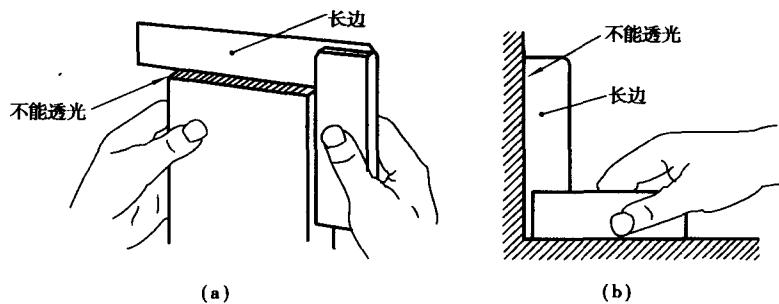

图 1.1.6
2. 检查零件的两个平面是否彼此成直角(包括内部直角和外部直角)(见图 1.1.6)。
正确使用直角尺的方法如图 1.1.6 所示：
2. 方法：直角尺托柄的内侧要紧紧地贴着精加工过的表面，让长边稍微离开工件一点。手持工件对准亮处，把直角尺的长边降下来接触到被检查的表面[如图 1.1.6(a)]。
- 检查内直角时采用的方法与检查外直角的方法相似[图 1.1.6(b)]。